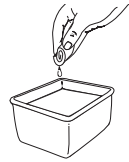

Fig. 26
- Lavez le filtre dans un mélange d'eau et de détergent (Fig. 26). Rincez le filtre abondamment et laissez-le sécher.